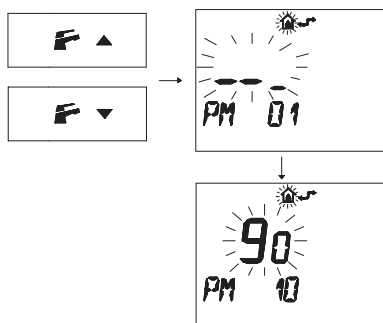

Figura 5.58
- Pulse los botones **F** ▼ o **F** ▲ para visualizar la programación "PM10" de selección de la frecuencia de encendido (Figura 5.58).
En la Figura 5.58 se muestra un punto de consigna programado de **90** equivalente a un tiempo